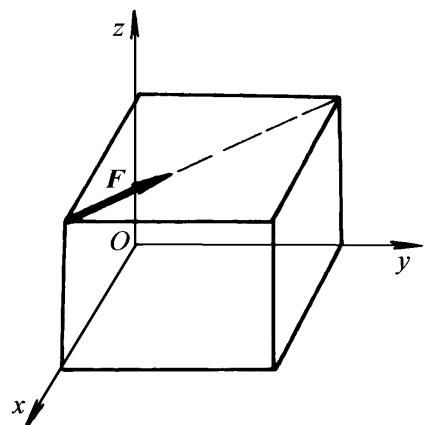

图 1-9
- 1-2 正立方体（图 1-9）的边长 $l = 0.5\text{m}$ ，力 $F = 100\text{N}$ ，试求力 F 对 O 点矩的大小。